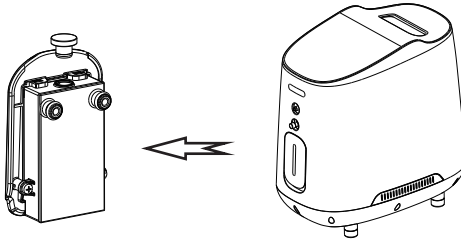

Abbildung 5
- Befeuchtungsflasche vorsichtig in die in Abbildung 5 gezeigte Richtung heraus, entfernen Sie die Gummikappe oben und füllen Sie die Flasche mit kaltem, gereinigtem Wasser, wobei der maximale Wasserstand nicht überschritten wird.